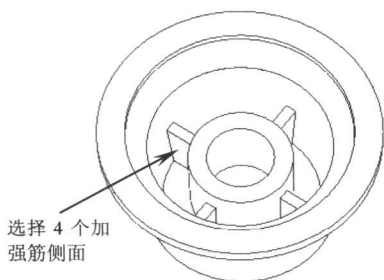
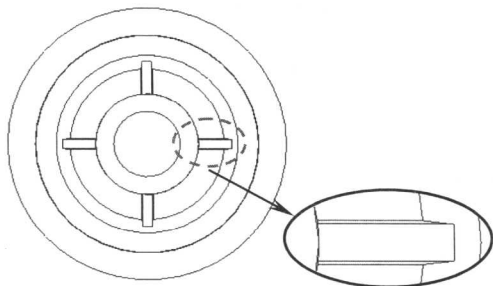

图2-14
图2-15
2. 使用拔模角功能创建拔模角特征。选择图 2-14 所示的 4 个加强筋的侧面，然后设置拔模角度为“1”，结果如图 2-15 所示。